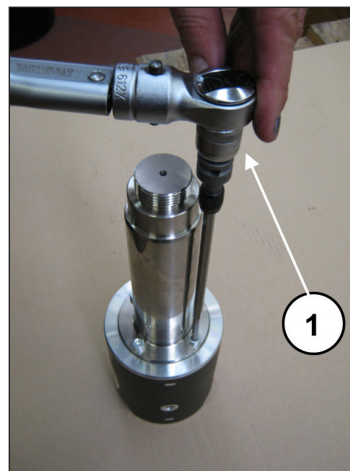

图 49
将活塞导杆插入活塞导承的专用底座（部件号①，图 48），并利用4颗圆头螺丝M6x20（部件号①，图 49）固定活塞导承。
利用扭力扳手继续校准螺钉（位置 ①，图 49），如第3章所示。